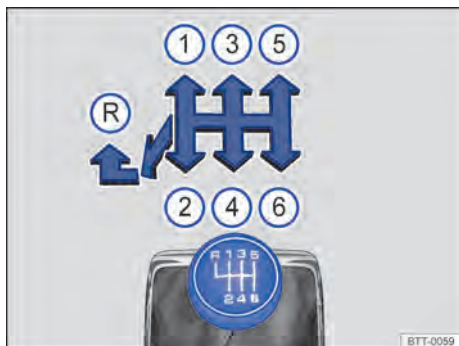

Fig. 95 Esquema de troca de marchas da transmissão manual de 6 marchas.
As posições de cada marcha estão representadas na alavanca de troca de marcha → Fig. 95 e → Fig. 95.
- Empurrar a alavanca de troca de marcha totalmente para a esquerda e depois para frente até a posição da marcha a ré → Fig. 95 e → Fig. 95 .